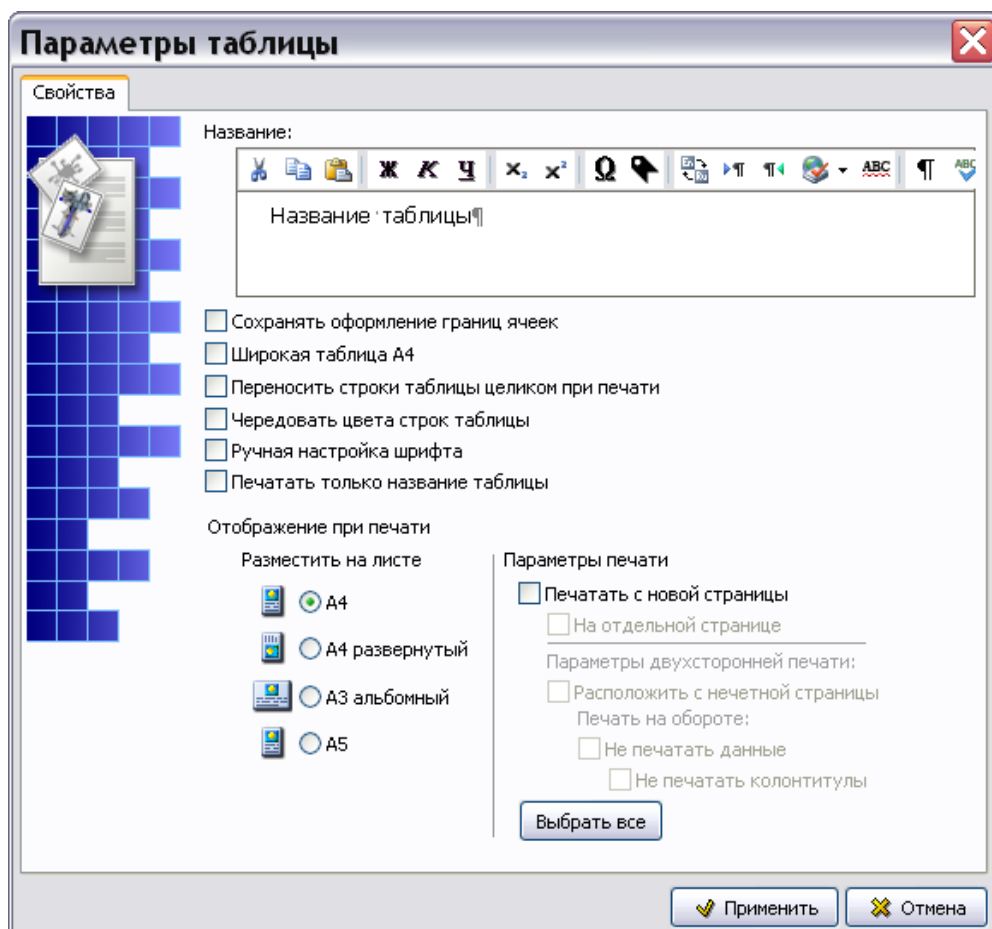

Рисунок 504
3) В появившемся контекстном меню выберите пункт **Добавить таблицу**. При этом появится диалоговое окно **Параметры таблицы** (рисунок 504).